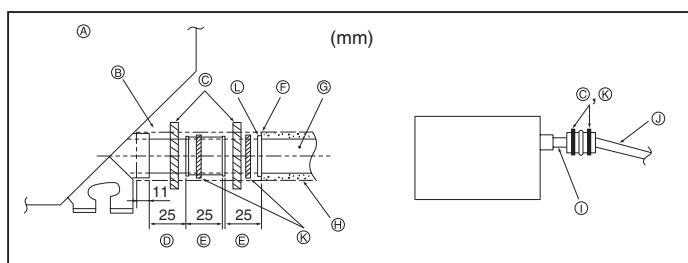

Fig. 3-5
- ⑨ O.D. ø32 PVC Rohr
- ⑩ So groß wie möglich auslegen
- ⑪ Innenanlage
- ⑫ Sammelrohrleitung möglichst groß auslegen.
- ⑬ Gefälle (1/100 oder mehr)
- ⑭ O.D. ø38 PVC Rohr für Sammelrohrleitung. (9 mm Isolierung oder mehr)
- ⑮ Bis zu 85 cm
1. Die Ablaßmuffe (mit der Anlage geliefert) an den Dränageauslaß anschließen. (Fig. 3-5) (Das Rohr mit PVC-Kleber ankleben und dann mit einem Band sichern.)
- ⑯ Anlage
- ⑰ Isoliermaterial
- ⑱ Band (groß)
- ⑲ Dränageauslaß (transparent)
- ⑳ Toleranz für den Einsatz